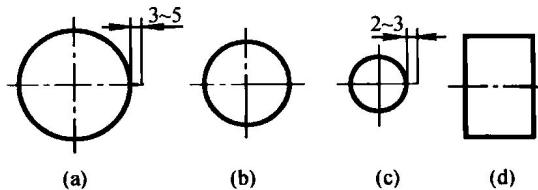

图 1-6 中心线与轮廓线相交画法
(3) 中心线与外轮廓相交的画法, 如图 1-6 所示。
当画圆的中心线时, 圆心应是长划的交点, 细点划线的两端应超出外轮廓线  $3 \sim 5$  mm, 如图 1-6 (a)、(b) 所示; 当画小圆的中心线时, 可采用细实线, 细实线的两端应超出外轮廓线  $2 \sim 3$  mm, 如图 1-6 (c) 所示; 当画其他形状的中心线时, 外轮廓线应与长划相交, 细点划线的两端应超出外轮廓线  $3 \sim 5$  mm, 如图 1-6 (d) 所示。